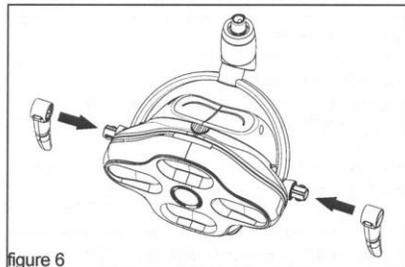

figure 6
6. Monter les poignées en les insérant dans les fixations spécifiques (voir Figure 6). La lampe est montée à ce stade-là. Avant de l'allumer, contrôler les données électriques de la plaque signalétique avec celles de votre transformateur ; contrôler que le bras soit bien positionné et stable dans son support. Pivoter le groupe optique de manière à en vérifier la bonne étanchéité et liberté de mouvement.